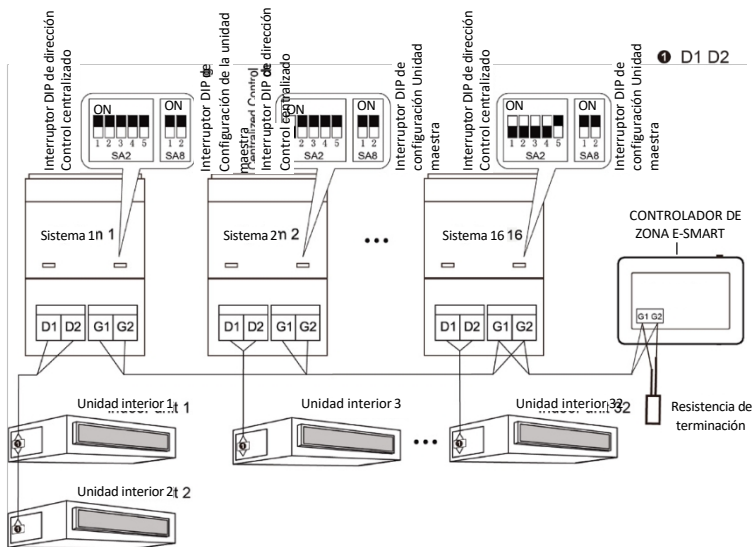

Fig. 3.6 Controlador centralizado conectado a la red del convertidor de modo de recuperación de calor
- 5 Si el controlador centralizado debe conectarse a la red de recuperación de calor, realice las conexiones según la fig. 3.6. El método 2 también es aplicable al controlador centralizado conectado a la red de recuperación de calor.